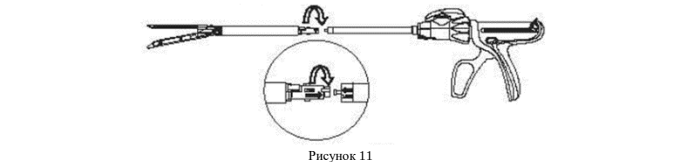

Рисунок 11
2. Извлеките корпус устройства и кассету, затем снимите с кассеты фиксирующий колпачок. Проверьте степлер, чтобы удостовериться, что ручка сброса находится в исходном положении. Совместите кассету с белой стрелкой, обозначенной на корпусе устройства как «LOAD» (загрузка), и поверните его против часовой стрелки для установки на место (см. рисунок 11).